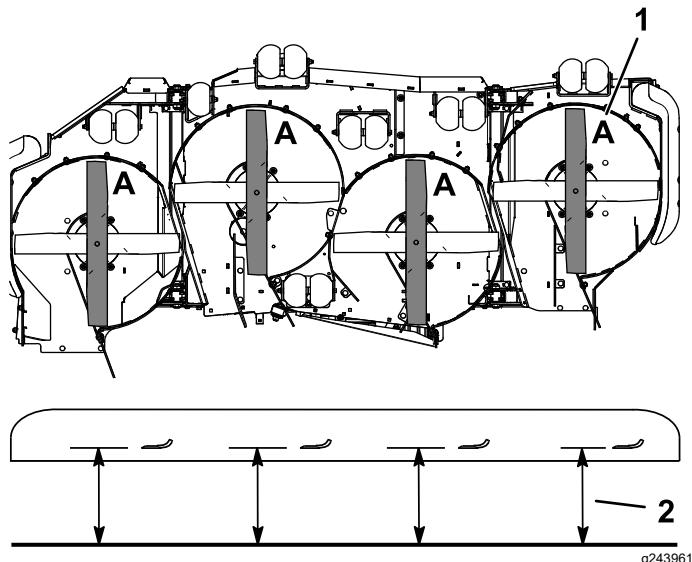

**Figura 79**
1. Inspeccione los filos de corte (Figura 79).
4. Si observa fisuras, desgaste o la formación de una ranura en esta zona, instale de inmediato una cuchilla nueva (Figura 79).